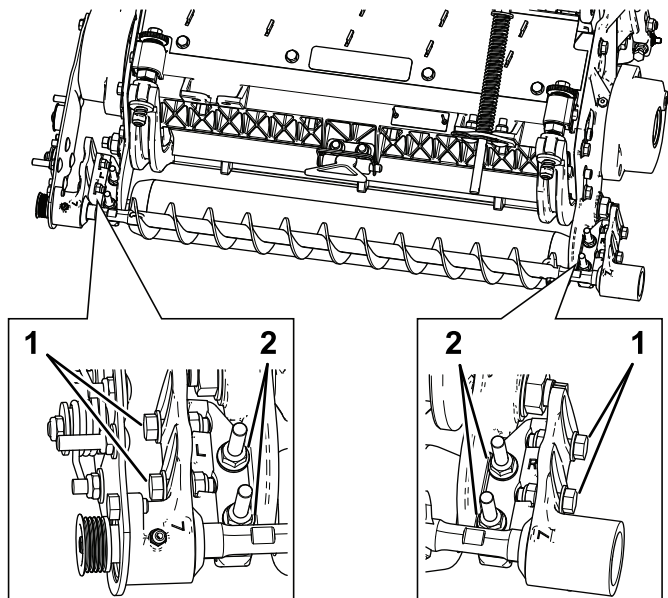

図 13
- A. ローラブラシ取り付けブラケットをカッティングユニットのサイドプレートに固定しているフランジナット2個をゆるめる **図 13**。
- B. ブラシプレートがカッティングユニットのサイドプレートに平行になるまでローラブラシベアリングハウジングを回転させる **図 13**。
- C. ローラブラシ取り付けブラケットをカッティングユニットのサイドプレートに固定しているフランジナット2個を締め込む **図 13**。
1. 各ローラブラシベアリングハウジングをローラブラシ取り付けブラケットに固定しているボルト2本をゆるめる **図 13**。